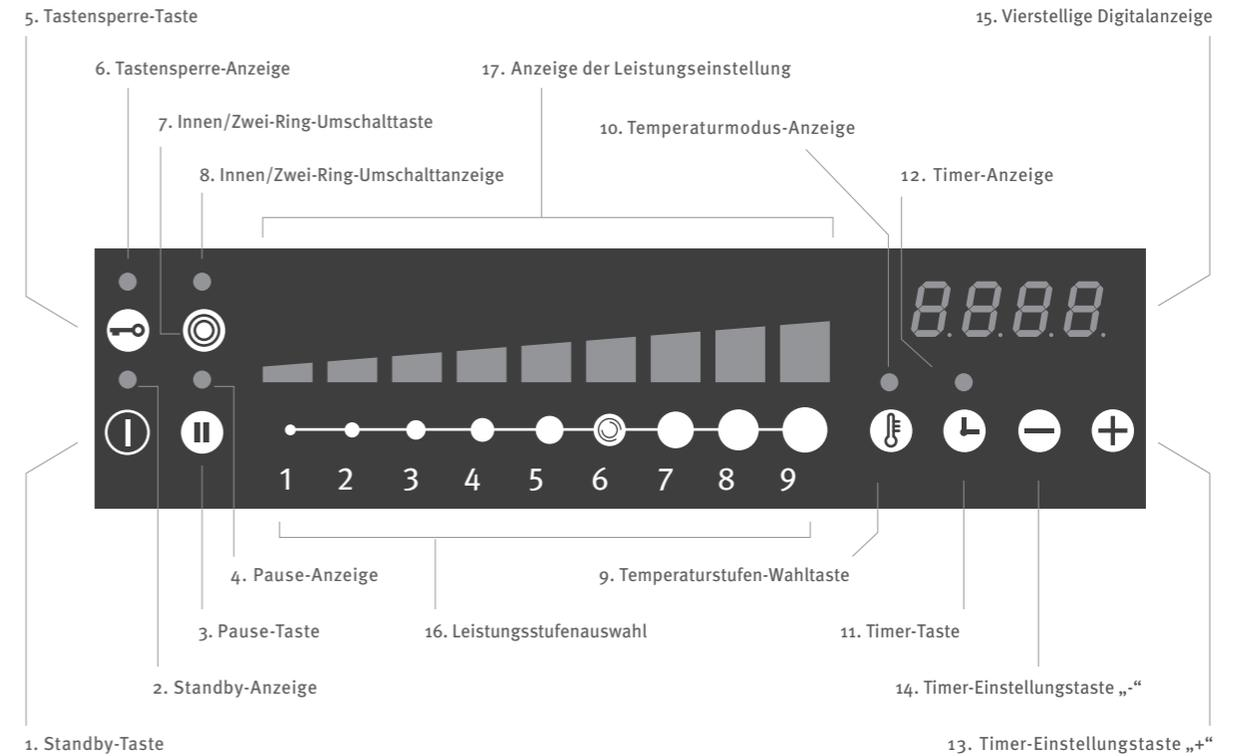

Abbildung 1 Bedienfeld
1. Zeichnen Sie die Punkte wie in Abb.1, R5 auf Ihre Platte und bohren Sie dort mit einem \varnothing 10mm Bohrer durch die Platte.
2. Wie in Abb.1 zeichnen Sie die Linie zwischen den Punkten und schneiden Sie die Platte aus.